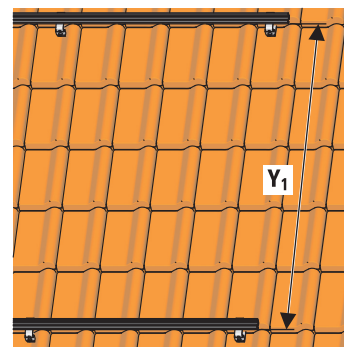

Bild 3-14 Obere Profilschiene montieren (Maß siehe Tab. 3-3)
16. Die obere Montageprofilschiene im Abstand des Maß Y_1 von der unteren Montageprofilschiene (Bild 3-14) montieren (Montageablauf gleich der unteren Montageprofilschiene). Darauf achten, dass die obere Montageprofilschiene eine planparallele Fläche zur Auflage der Flachkollektoren in Verbindung mit der unteren Montageprofilschiene und der Höhenverstellung bildet.